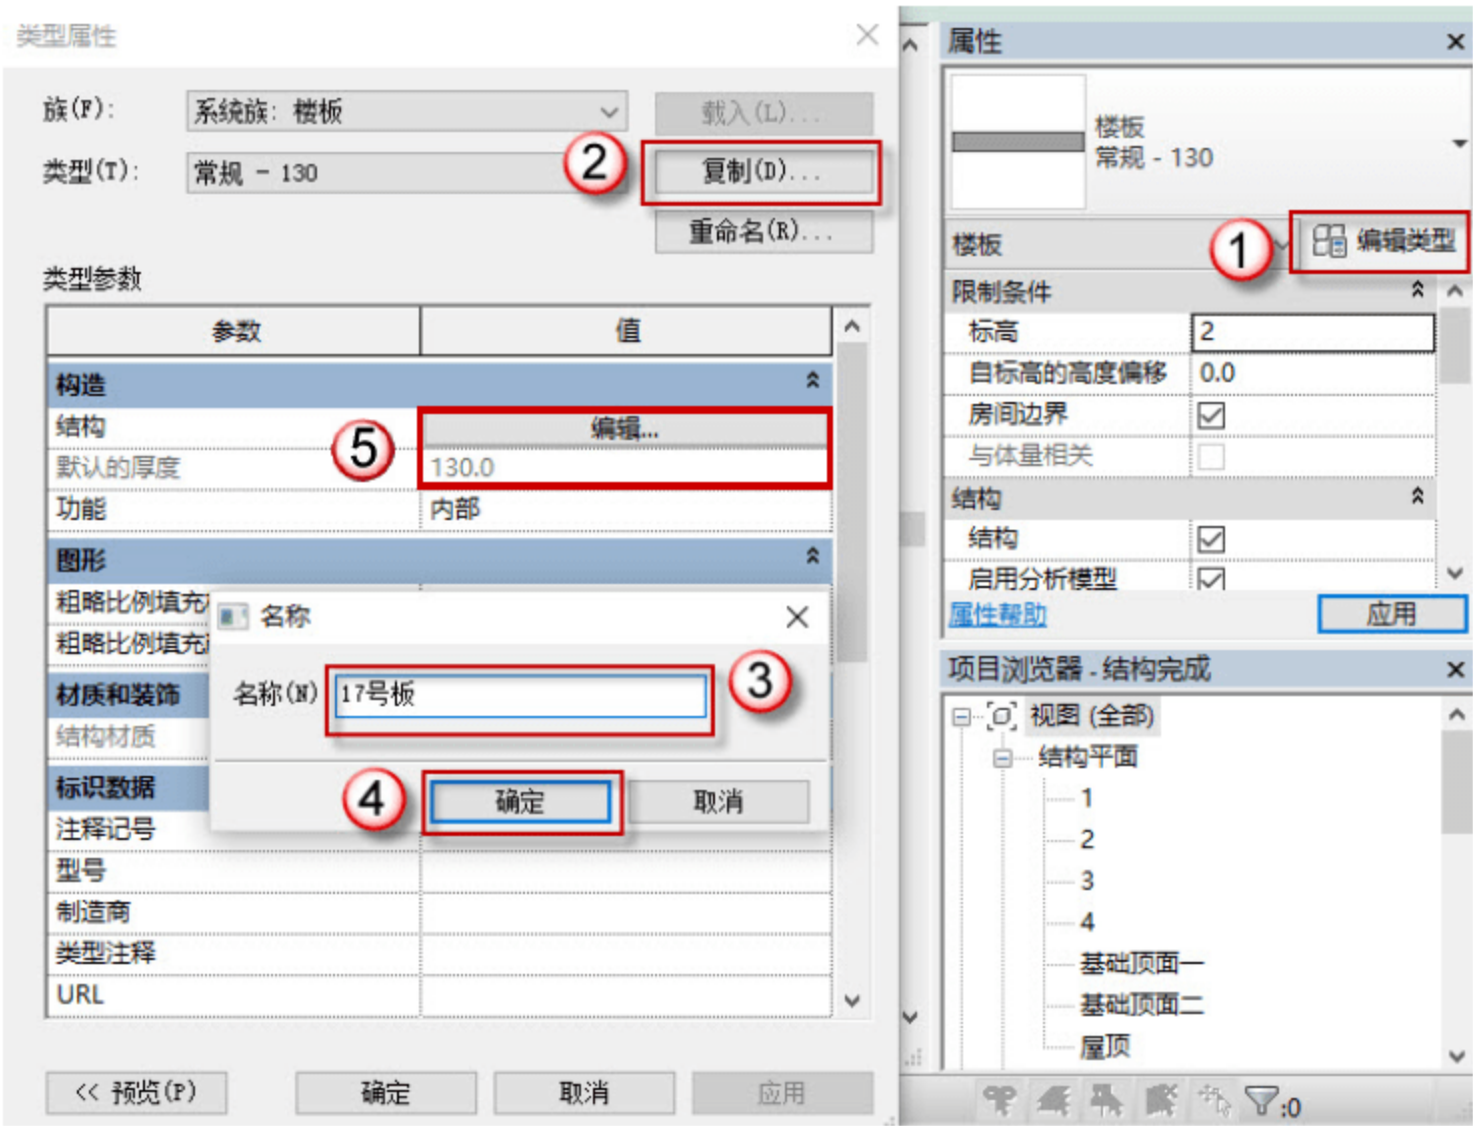

图 4.3.35 设置 17 号板参数
(10) 设置 17 号板参数，按快捷键 S+B，进入编辑模式，单击“编辑类型”按钮，在弹出的对话框中单击“复制”按钮，再在弹出的对话框中命名板号，单击“确定”按钮。单击“编辑”按钮设置参数，将板厚设置为 130，如图 4.3.35 所示。